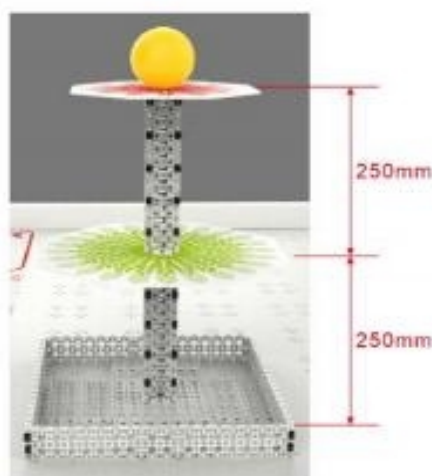

图4 种植塔区及种植塔高度示意图
(1) 种植塔区：每个基础场地中央有种植塔，分底（正方形，边长约370mm，四周有一圈高约50mm的围栏）、中（正八边形，直径 $\leq 360\text{mm}$ ，绿色稻穗纹）、顶（正八边形，直径 $\leq 260\text{mm}$ ，红色麦芒纹）三层，中层离地 $250\text{mm} \pm 5\text{mm}$ ，顶层离地 $500\text{mm} \pm 5\text{mm}$ ，顶层放置“五谷宝珠”（黄色球体，直径约90mm，EVA塑料泡沫材质），如图4所示。